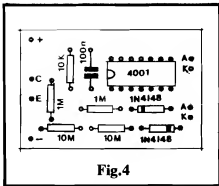

Fig.4
- FIG. 4 - "CHAPEADO" DA MONTAGEM - O lado não cobreado da placa mostra já as peças principais (menos LEDs e foto-transistor) nas